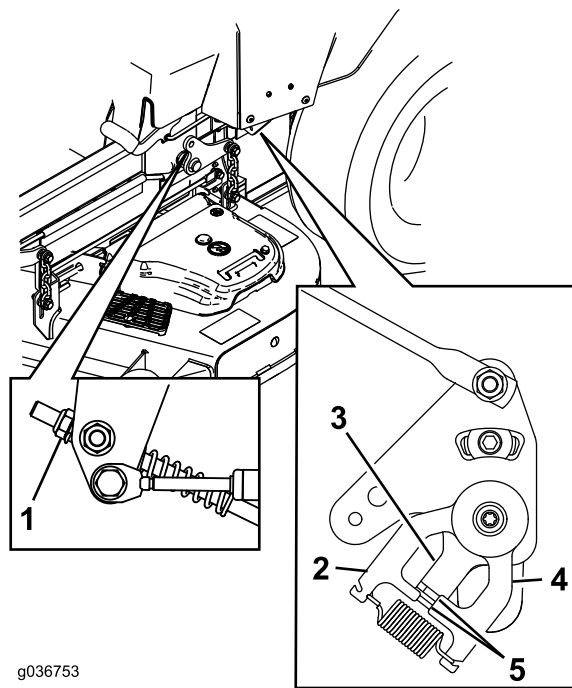

Figure 60
11. Réglez la longueur des tiges de pompes en tournant l'écrou dans le sens voulu jusqu'à ce que les roues tournent légèrement en marche arrière (Figure 60).